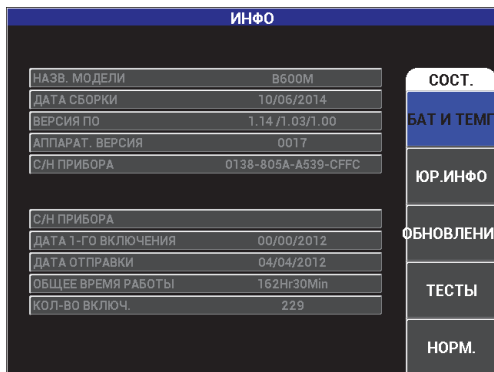

Рис. 5-27 Меню ИНФО
**ЮР.ИНФО** (юридическая информация), **ОБНОВЛЕНИЕ** (обновление ПО) и **ТЕСТЫ** (см. Рис. 5-27 на стр. 126).